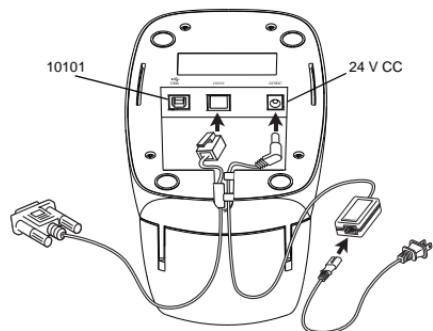

Figure 17
- 1 Raccordez l'extrémité du câble série munie du connecteur RJ11 au port série au bas de l'imprimante. Voir Figure 17.